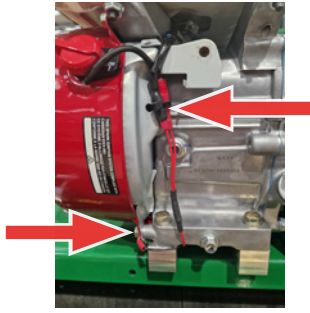

Fig. 17C – Desligue os cabos ligados ao motor.
4. Desligue os cabos de terra [chave inglesa de 10 mm] e de ignição ligados ao motor (Fig. 17C).